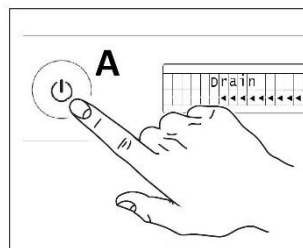

Fig.22
- 2- Éteindre l'appareil en appuyant le bouton "A" marche/arrêt. (Fig.22)